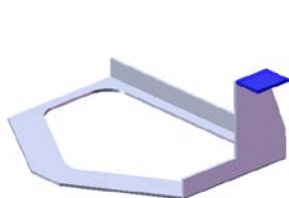
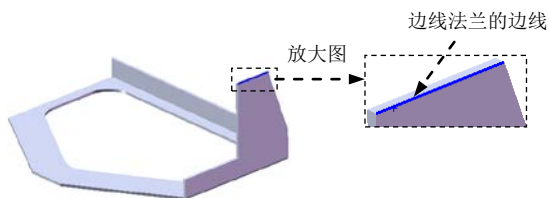

图 2.12 边线—法兰 3
图 2.13 边线—法兰 3 边线
Step6. 创建图 2.12 所示的钣金特征——边线—法兰 3。
(1) 选择命令。选择下拉菜单 **插入(I)** → **钣金(B)** → **边线法兰(E)...** 命令 (或单击“钣金”工具栏中的  按钮)。
(2) 定义特征的边线。选取图 2.13 所示的模型边缘为生成的边线法兰的边线。
(3) 定义法兰参数。
① 定义法兰角度值。在 **角度(A)** 区域中的  文本框中输入角度值 90.0。
② 定义长度类型和长度值。在“边线法兰”对话框 **法兰长度(L)** 区域的  下拉列表中选择 **给定深度** 选项, 在  文本框中输入深度值 35.0。在此区域中单击“外部虚拟交点”按钮 。
③ 定义法兰位置。在 **法兰位置(N)** 区域中, 单击“折弯在外”按钮 。
(4) 单击  按钮, 完成边线—法兰 3 的创建。